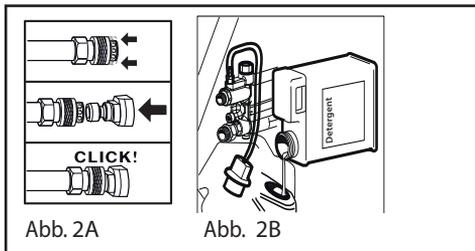
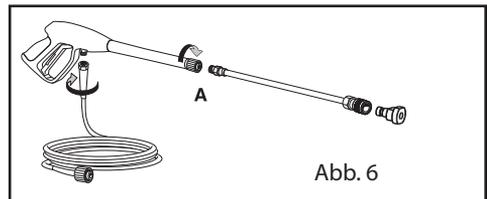

Abb. 2A
Abb. 6
Die Düse CHEMICAL so in die Lanze (Abb. 2A). Das Saugrohr mit Filter in den Reinigungsmittelbehälter halten (Abb. 2B). Die Maschine einschalten, die Vermischung des Reinigers erfolgt automatisch beim
2. Den Hochdruckschlauch an die Sprühpistole anschliessen. Das Zubehöerteil gegen den Widerstand der Feder in das Verlängerungsstück der Pistole einsetzen und bis zur Sperposition drehen (Abb. 6). Einfügen Sie bitte die Düse (Abb. 2A).